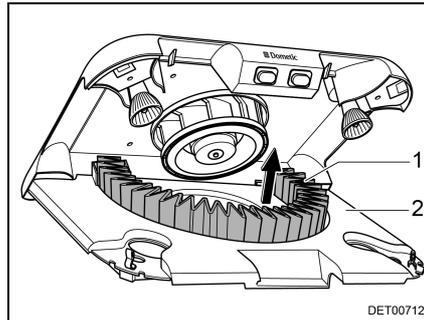

Bild 117 Aktivkohlefilter wechseln
- Aktivkohlefilter (Bild 117,1) nach oben aus der Halterung herausnehmen.
- Filterträger (Bild 117,2) nach oben schwenken, bis er einrastet.